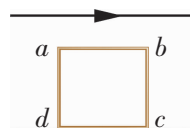

图 1-2-6
3. 如图 1-2-6 所示, 线圈  $abcd$  在通电长直导线的磁场中, 分别做如下的运动, 线圈中能否产生感应电流? 为什么?